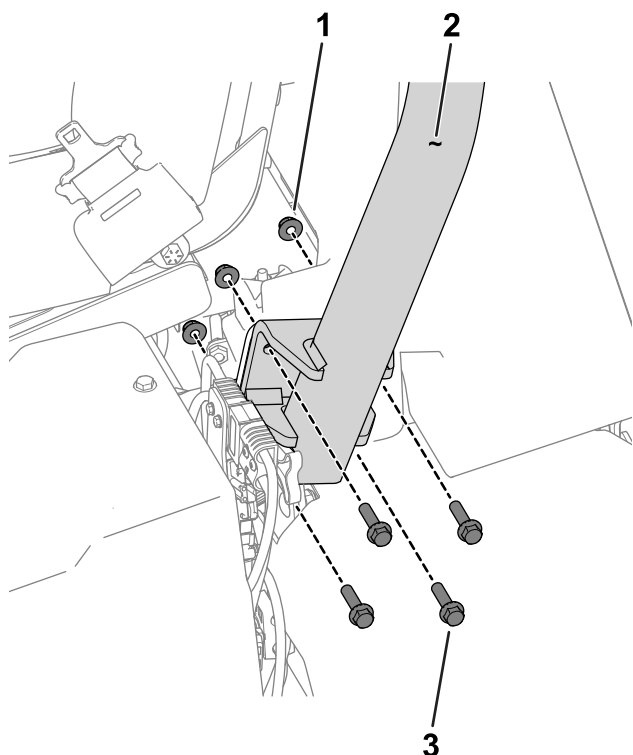

Figura 3
3. Utilice 8 pernos de cabeza hexagonal ($\frac{3}{8}$ " x $1\frac{1}{2}$ "") y 8 tuercas ($\frac{3}{8}$ "") para sujetar la barra anti-vuelco a los soportes de la barra antivuelco en cada lado de la máquina (Figura 3).